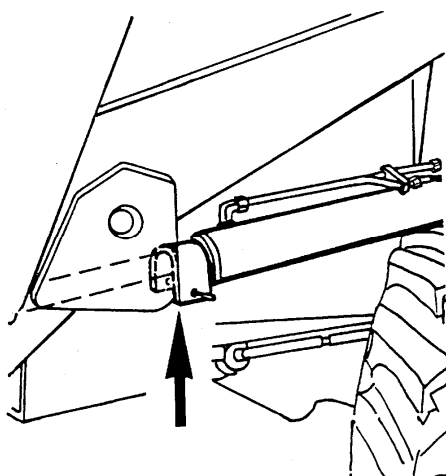

Рис. 5.48. Блокировка стрелы (гидроцилиндра стрелы) погрузочного оборудования
1. На шток гидроцилиндра подъема погрузочной стрелы следует установить блокировочное устройство – обойму (Рис. 5.48).